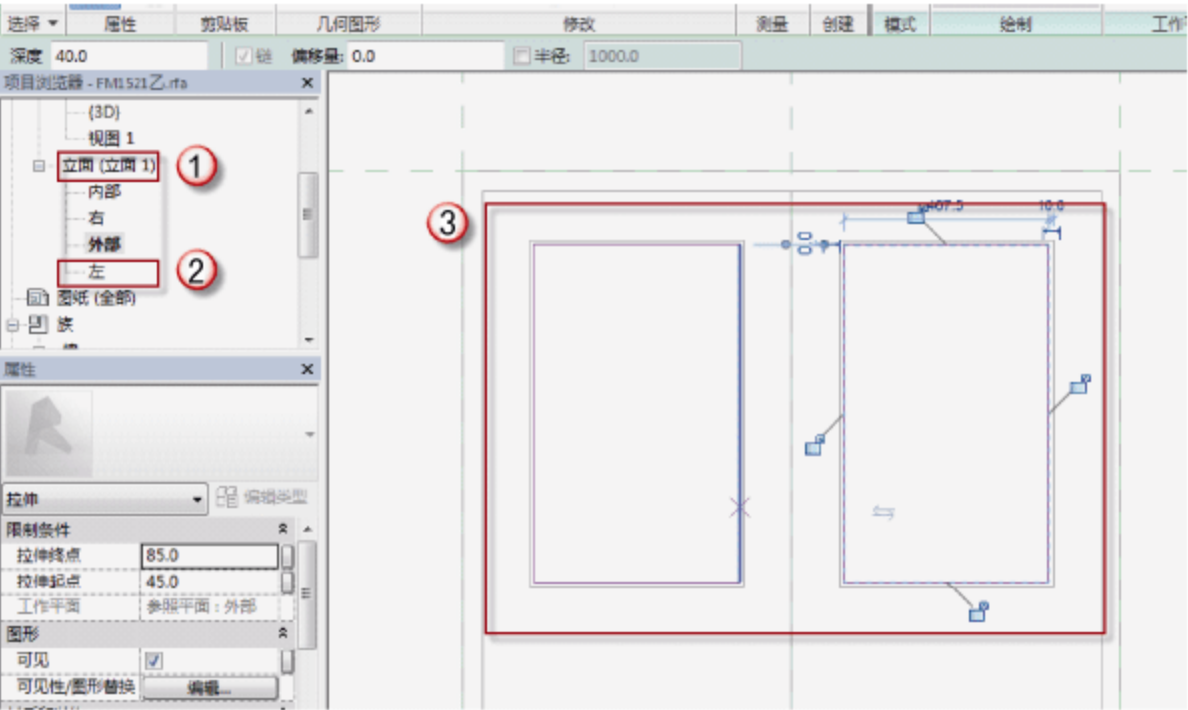

图 6.2.62 FM1521 乙中部窗户玻璃
(22) 绘制 FM1521 乙中部窗户玻璃。选择“项目浏览器”中的“立面（立面 1）”→“左”选项，可以进入 FM1521 乙的外部立面视图，选择“创建”→“拉伸”命令，进入“修改 | 编辑拉伸”界面，用菜单中的绘制工具绘制 FM1521 乙中部窗户玻璃，如图 6.2.62 所示。绘制完成后，单击 √ 按钮完成绘制。